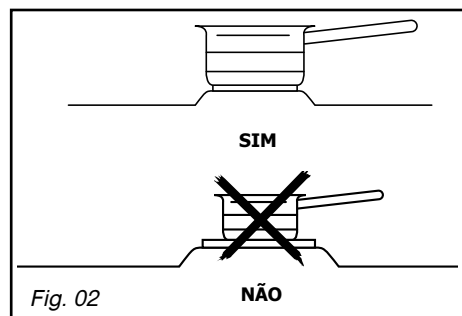

Fig. 02
– Utilize recipientes com tamanho adaptado: o diâmetro do fundo deve ser igual ou superior ao diâmetro do disco eléctrico (Fig. 02).